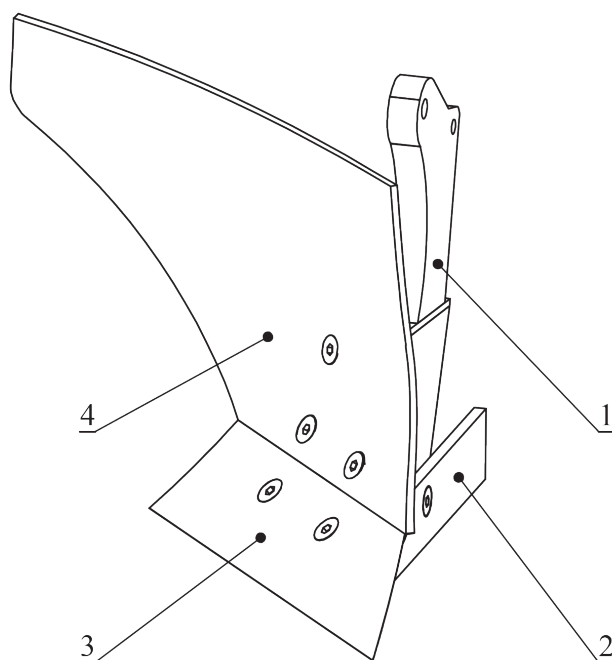

Рисунок 2.
Корпус — основной рабочий орган плуга. В его состав (рис. 2) входят: стойка (1), на которой закреплены лемех (3), отвал (4) и полевая доска (2). Рабочими частями корпуса плуга являются лемех и отвал, а служебными — полевая доска и стойка. Лемех, подрезая пласт, изменяет форму и затупляется, это может привести к нарушению технологического процесса вспашки. Кроме того, по мере затупления лемеха возрастает тяговое сопротивление плуга и увеличивается расход топлива. Для заточки, или смены лемеха на всех плугах предусмотрена возможность его демонтажа.